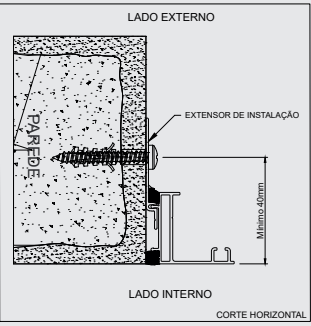

Figura 10 - Detalhe posicionamento do extensor de fixação
- f) Distância mínima recomendada para parafusos o extensor de instalação é de 40mm, (Conforme a Figura 10). Fica a critério de montagem distâncias acima da regulamentada.